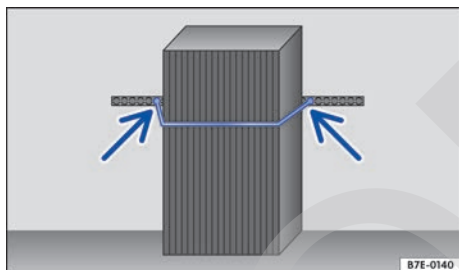

Fig. 92 Representación esquemática: fijar la carga.
- Coloque la cinta con hebilla alrededor de la carga → fig. 92 de modo que esta no se pueda deslizar.